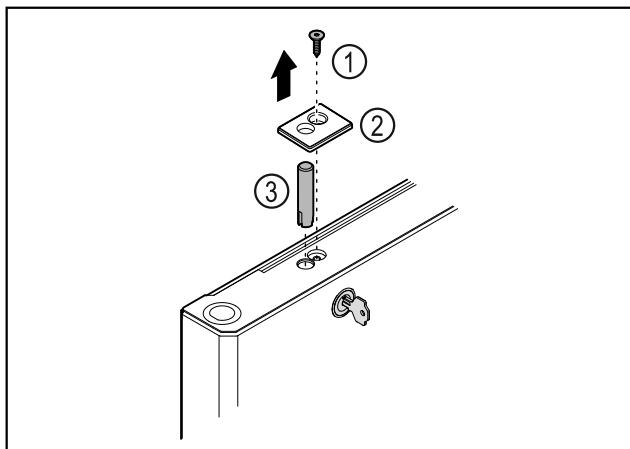

Fig. 43
- Отстранете винта Fig. 43 (1).
- Откопчайте капака Fig. 43 (2) с малка отвертка и го свалете.
- Изтеглете болта на ключалката Fig. 43 (3).